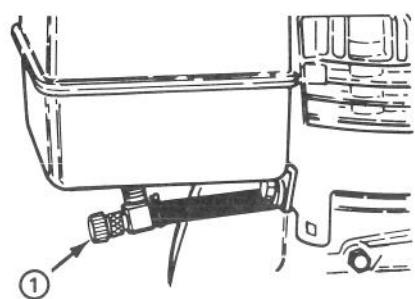

Abbildung 11
Benzinhahn (Abb. 11) — Der Benzinhahn befindet sich unten am Kraftstofftank. Den Benzinhahn schließen, um den Kraftstofffluß vom Kraftstofftank zu stoppen. Den Hahn öffnen, damit das Benzin in den Vergaser fließen kann. Den Benzinhahn schließen, wenn die Fräse nicht im Betrieb ist.
2. Den Benzinhhahn unter dem Kraftstofftank öffnen (Abb. 11).